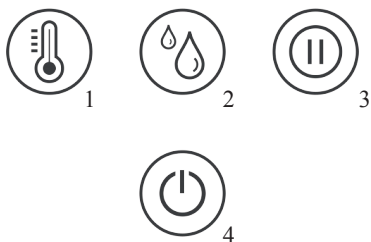
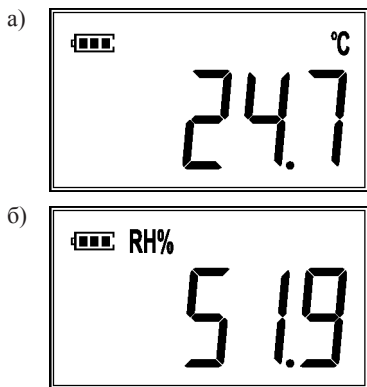

Рис.2 – Кнопки управления
Рис.3 – Расположение символов на ЖК-дисплее
5.5 Переключение каналов измерений производится однократным нажатием на кнопки 1 или 2 (Рис.2).
7.3 Включите прибор однократным нажатием на кнопку (4, Рис.2). После включения прибор перейдет в режим измерения температуры (Рис.3, а).
7.4 Для перехода в режим измерения влажности (Рис.3, б) нужно нажать на кнопку переключения в режим измерения влажности (2, Рис.2). Чтобы вернуться назад в режим измерения температуры нужно однократно нажать на кнопку переключения в режим измерения температуры (1, Рис.2).
7.5 Если в процессе работы необходимо зафиксировать на экране прибора текущий результат измерения, то для этого необходимо нажать на кнопку перехода в режим фиксации (удержания) показаний (3, Рис.2). Повторное нажатие на упомянутую выше кнопку отключает режим фиксации показаний. В режиме фиксации на ЖК-дисплее отображается мигающий зафиксированный результат измерения.